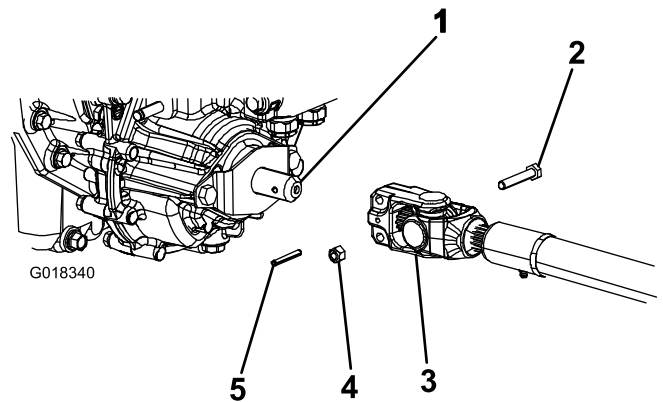

Bild 4
3. Stellen Sie die Zapfwellen-Antriebswelle unter die Vorderseite der Maschine. Stellen Sie sicher, dass das Schleifwellenjoch der Antriebswelle zur Getriebeantriebswelle zeigt (Bild 4).